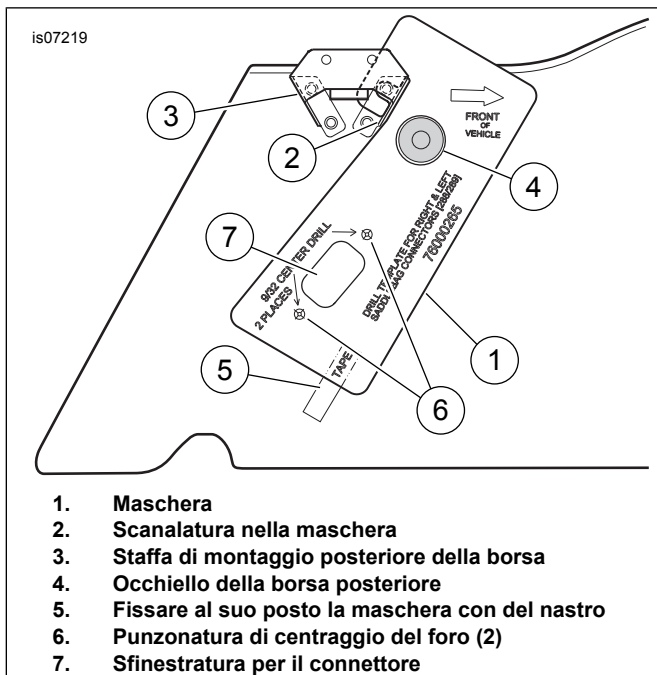

Figura 2. Foratura della borsa per il connettore di montaggio a pannello a 12 vie
2. Vedere Figura 2. Agganciare la scanalatura (2) nella maschera (1) sulla staffa di montaggio posteriore della borsa (3). Allineare il foro nella maschera sull'occhio posteriore (4). Fissare al suo posto la maschera con del nastro (5) come mostrato.
3. Contrassegnare le posizioni dei due fori (6) con un punzone per centri. Tracciare il contorno della sfinestratura per il connettore (7) sulla parete interna della borsa. Rimuovere la maschera.